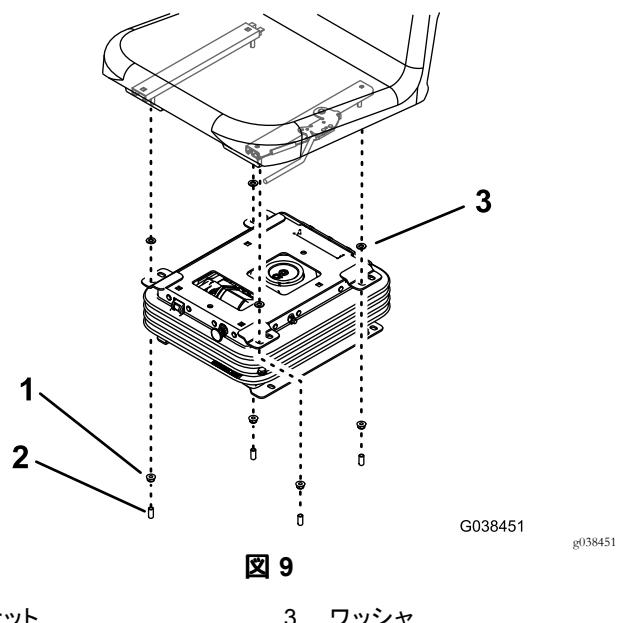

図 9
5. サスペンションアセンブリにシートアジャスタを取り付けるワッシャ4枚、ナット4個、キャップ4個を使用する図9。